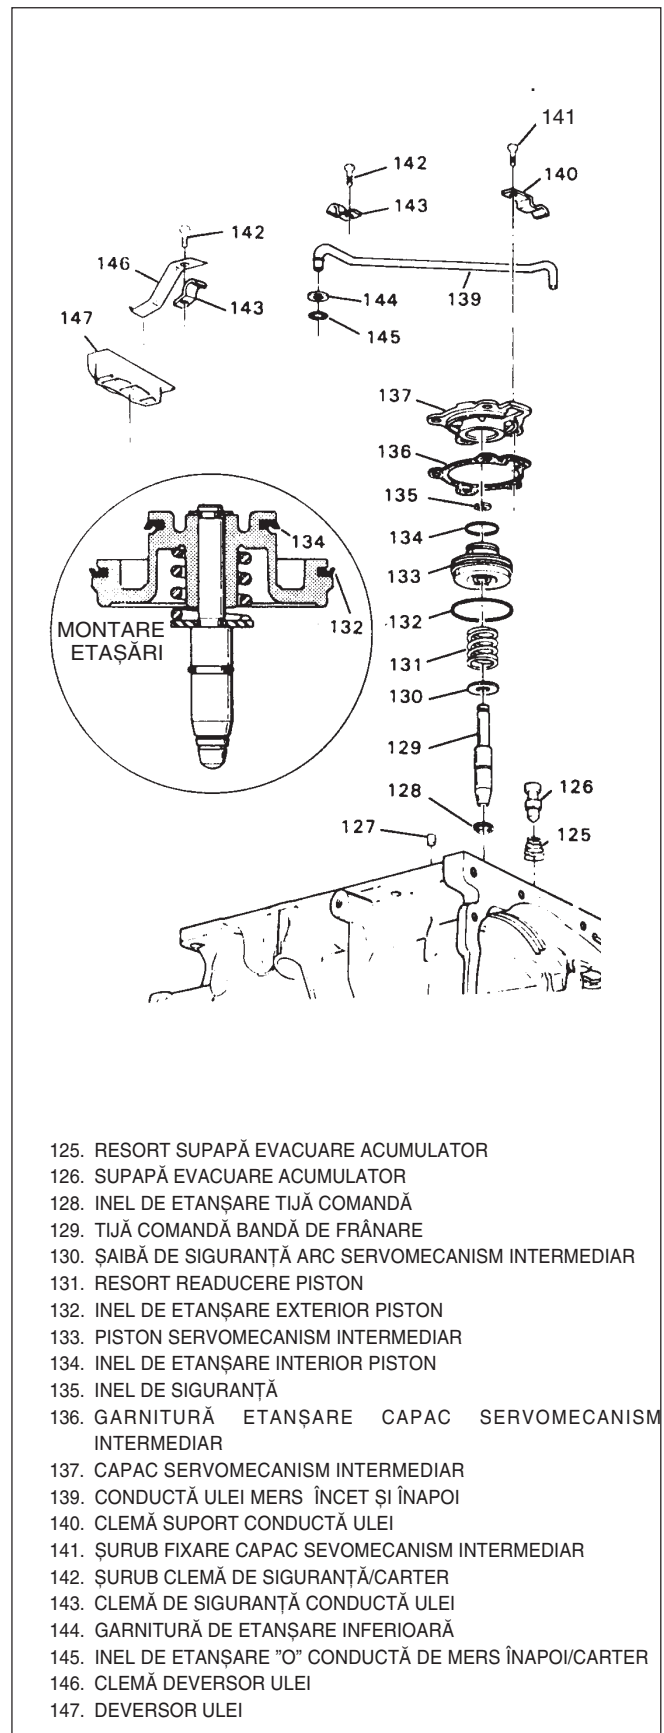

Fig. 113 Conduțe ulei și servomecanism
- Tija (129) pentru deteriorări și etanșarea (128) pentru tăieturi sau creștături.
- Etanșările (134 și 132) pentru tăieturi sau creștături. Nu se demontează etanșările (132 și 134) numai dacă este necesară înlocuirea lor. Dacă înlocuirea este necesară, acestea se vor monta față în față. Vezi fig. 113
- Resortul (131) pentru deteriorări.
- Șaiba de siguranță (130) pentru deteriorări.
- Capacul (137) pentru deteriorări, fisuri, porozități.
- Pistonul (133) pentru fisuri, etanșare deteriorată.